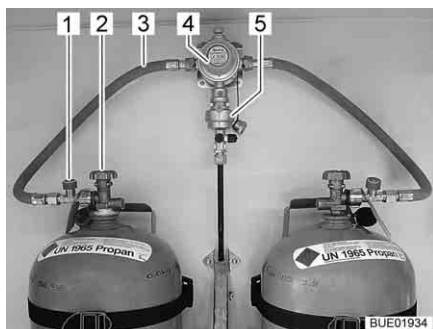
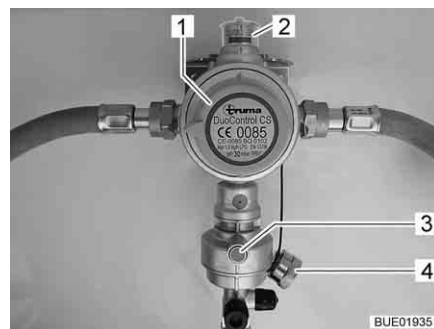
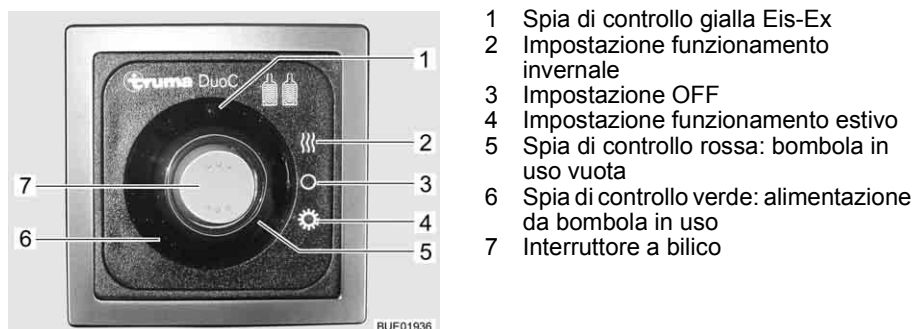

Fig. 120 Bombole del gas con DuoControl
Fig. 121 Impianto di regolazione DuoControl
Fig. 122 Centralina di controllo (DuoControl)
L'impianto di regolazione DuoControl consiste in una valvola di commutazione (Fig. 120,4) e un sensore crash (Fig. 120,5). L'impianto di regolazione DuoControl è installato tra i tubi flessibili del gas (Fig. 120,3) con un dispositivo antirottura del tubo flessibile (Fig. 120,1). Con la manopola (Fig. 121,1) sulla valvola di commutazione è possibile stabilire quale delle bombole del gas viene utilizzata come bombola in uso e quale come bombola di riserva.
Nella finestra di controllo (Fig. 121,2) viene visualizzato lo stato del rifornimento di gas:
Il funzionamento con una sola bombola del gas è consentito, ma in questi casi il collegamento aperto deve essere assolutamente chiuso con una copertura cieca (Fig. 121,4).
**Sensore crash** Il sensore crash blocca l'alimentazione del gas in caso di forti vibrazioni (es. incidente). Il sensore crash viene azionato mediante pressione del tasto reset verde (Fig. 121,3).
**Dispositivo antirottura del tubo flessibile** Il dispositivo antirottura del tubo flessibile (Fig. 120,1) blocca il flusso di gas quando il tubo flessibile collegato si rompe. Il dispositivo antirottura del tubo flessibile deve essere attivato premendo il tasto verde.
**Centralina di controllo** Tramite la centralina di controllo (Fig. 122) è possibile attivare e disattivare l'alimentazione del gas tramite l'impianto di regolazione DuoControl. Le valvole principali di arresto (Fig. 120,2) delle bombole del gas e i rubinetti di arresto del gas degli apparecchi devono essere aperti manualmente.
È possibile passare dal funzionamento estivo a quello invernale tramite l'interruttore a bilico (Fig. 122,7) della centralina di controllo.
Le due spie di controllo sulla centralina di controllo indicano il livello di riempimento della bombola in uso. Quando la spia di controllo verde (Fig. 122,6) è accesa, la bombola in uso è sufficientemente piena. Se è accesa la spia di controllo rossa (Fig. 122,5), la bombola in uso è vuota. Il rifornimento di gas avviene poi tramite la bombola di riserva.
- Con la manopola (Fig. 121,1) sulla valvola di commutazione selezionare la bombola del gas, da cui proviene la principale alimentazione del gas (bombola in uso). Girare la manopola fino all'arresto.
- Aprire le valvole principali di arresto (Fig. 120,2) delle bombole del gas.
- Premere il tasto verde del dispositivo antirottura del tubo flessibile (Fig. 120,1). Nella finestra di controllo (Fig. 121,2) viene visualizzato il simbolo verde.
- Sulla centralina di controllo (Fig. 122) attivare l'impianto di regolazione DuoControl. Posizionare l'interruttore a bilico (Fig. 122,7) su funzionamento invernale (Fig. 122,2) oppure su funzionamento estivo (Fig. 122,4). La spia di controllo gialla Eis-Ex (Fig. 122,1) si accende quando si seleziona il funzionamento invernale.
- Portare l'interruttore a bilico (Fig. 122,7) nella posizione OFF (Fig. 122,3). Le spie di controllo si spengono.
- Chiudere le valvole principali di arresto (Fig. 120,2) delle bombole del gas.
Se la spia di controllo verde (Fig. 122,6) si spegne durante il funzionamento e la spia di controllo rossa (Fig. 122,5) si accende, significa che la bombola in uso è vuota e deve essere sostituita. Nella finestra di controllo (Fig. 121,2) viene visualizzato il simbolo rosso. La bombola di riserva continua ad alimentare le utenze a gas.
- Ruotare di mezzo giro la manopola (Fig. 121,1) in direzione della bombola del gas utilizzata. In questo modo questa bombola del gas ora è la bombola in uso, mentre la bombola del gas vuota diventa la bombola di riserva. Il simbolo nella finestra di controllo (Fig. 121,2) passa da rosso a verde.
- Chiudere la valvola principale di arresto (Fig. 120,2) della bombola del gas vuota. Osservare la direzione della freccia.
- Premere il tasto verde del dispositivo antirottura del tubo flessibile (Fig. 120,1).